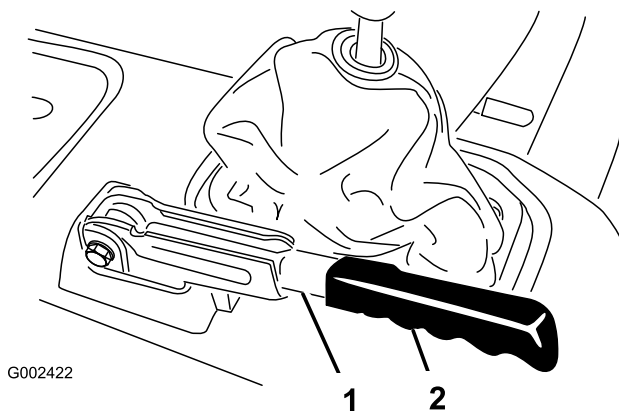

Figura 66
1. Retire a pega de borracha da alavanca do travão de mão (Figura 66).